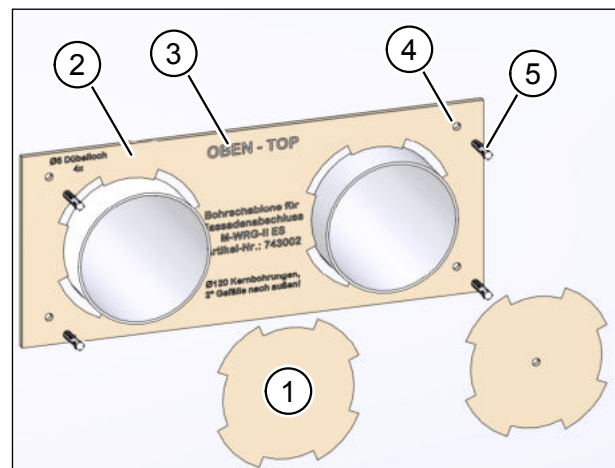

Abb. 5: Bohrungen anbringen
- ▶ Drücken Sie die vorgestanzten Ausschnitte (Pos. 1 in Abb. 5) für die Lüftungsrohre aus der Bohrschablone (Pos. 2 in Abb. 5).
- Beachten Sie den Aufdruck „OBEN“ (Pos. 3 in Abb. 5) auf der Bohrschablone.
- ▶ Bohren Sie mit dem 6 mm Steinbohrer vier Löcher mit ca. 40 mm Tiefe an den in der Bohrschablone gekennzeichneten Stellen (Pos. 4 in Abb. 5) in die Außenwand.
- ▶ Setzen Sie die mitgelieferten vier Dübel (Pos. 5 in Abb. 5) in die Bohrungen ein.